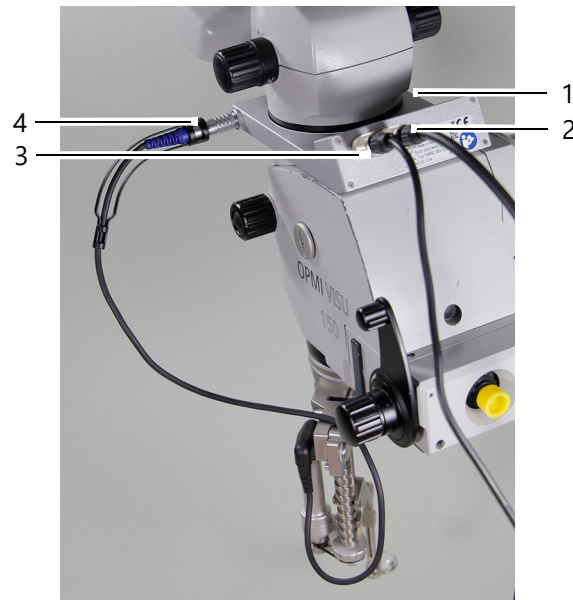

Fig. 4-2: Conexión BIOM® Connecting Spacer
- Después de insertar los enchufes en las clavijas conectoras (→ Fig. 4-2 (página 17), n.º 2 y 3) fíjelos apretando la unión atornillada (casquillo moleteado).